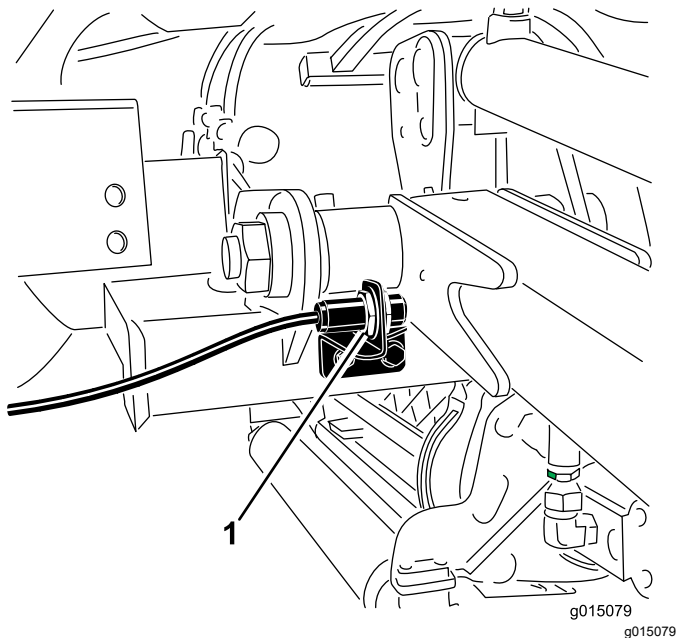

图 73
2. 提升臂开关位于右前方提升臂 (图 73) 后面。
3. 拧松开关安装螺丝图 73 并向上移动开关可增大提升臂的转向高度向下移动开关可减小提升臂的转向高度。